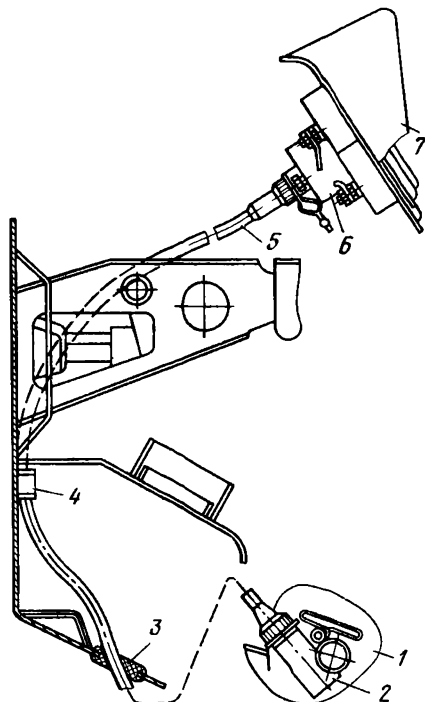

Рис. 203. Установка гибкого вала спидометра:
**Спидометр.** На автомобиле установлен спидометр типа 16.3802, работающий в комплексе с гибким валом 5 (рис. 203), трос которого передает вращение от редуктора привода спидометра 2 на валик спидометра.